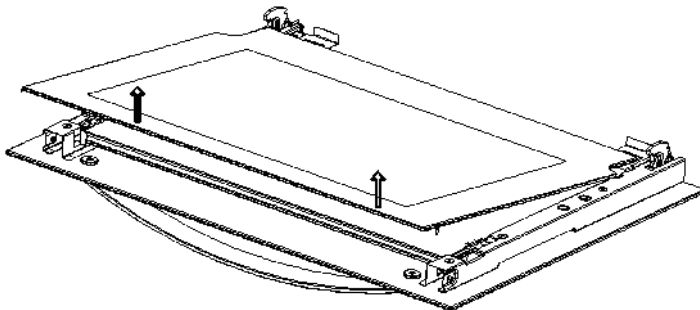

Figure 7
3. Pour remonter la vitre intérieure dans le sens de la flèche, comme indiqué sur la figure 7.